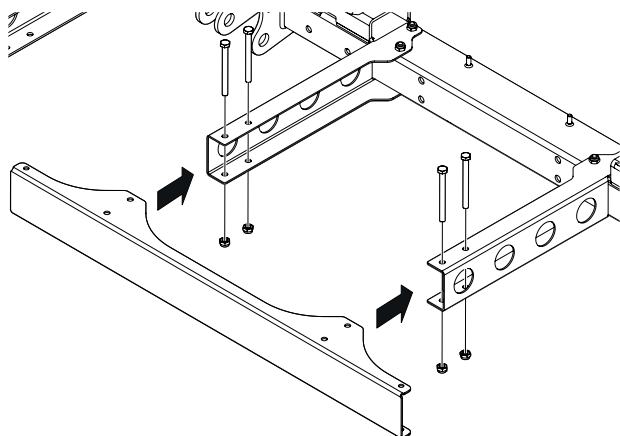

Figura 37. Montaje de perfil de chapa interno
2. Monte el perfil de chapa central con 4 tornillos M10x110 en las consolas. Consulte Figura 37.